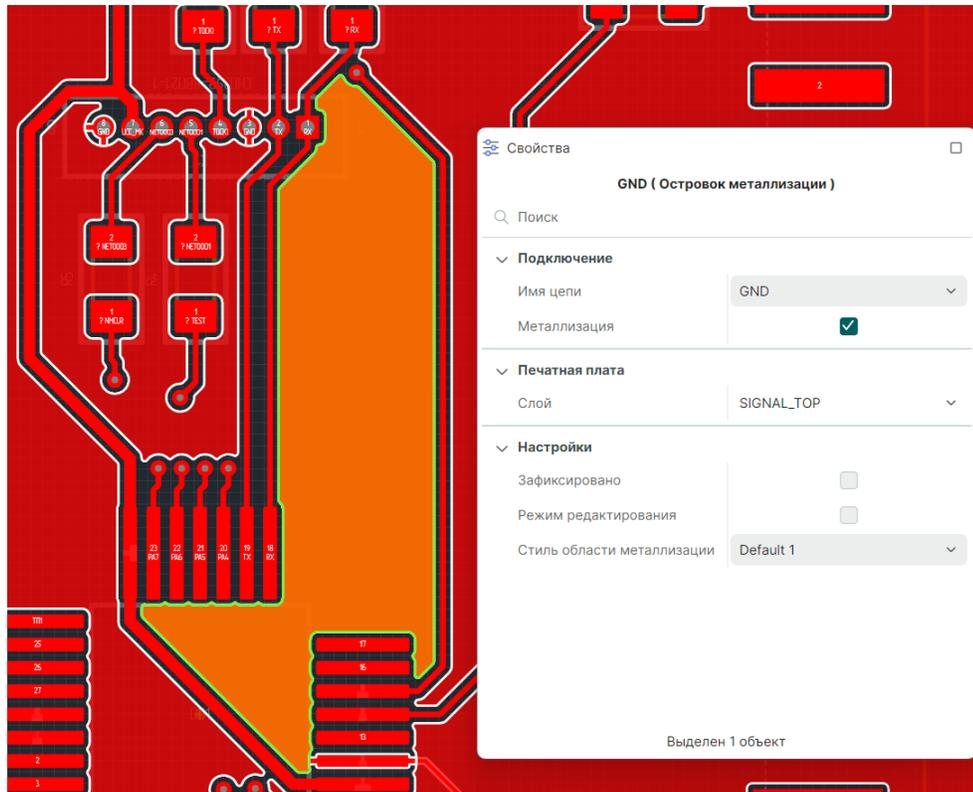

Рис. 458 Выделение островка области металлизации
1. Выделите островок металлизации, геометрию которого требуется изменить, см. Рис. 458.